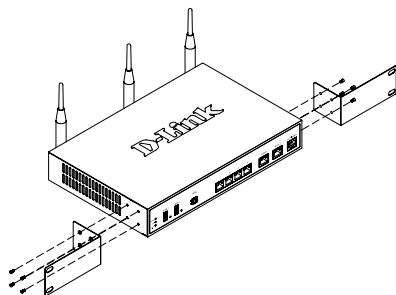

Figura 3. Instalação dos Suportes de Montagem do Bastidor
1. Instale os suportes de montagem em cada um dos lados do chassi, conforme mostrado na figura 3 e os fixe com os parafusos fornecidos.